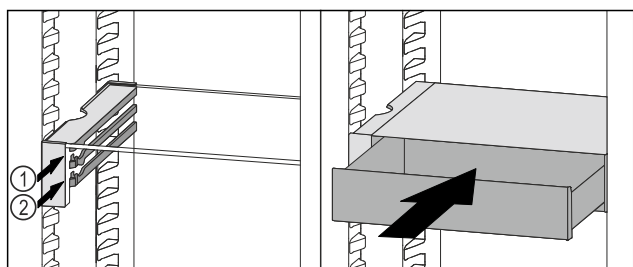

Fig. 214
- ▶ A VarioSafe-fiókot az ütközők mögött helyezze a kívánt bordára a Fig. 214 (1) vagy Fig. 214 (2) szerint.